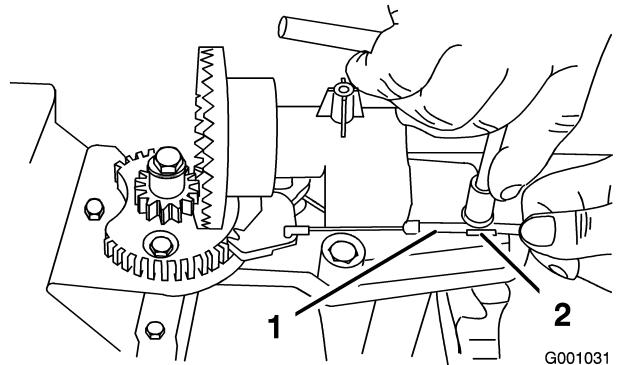
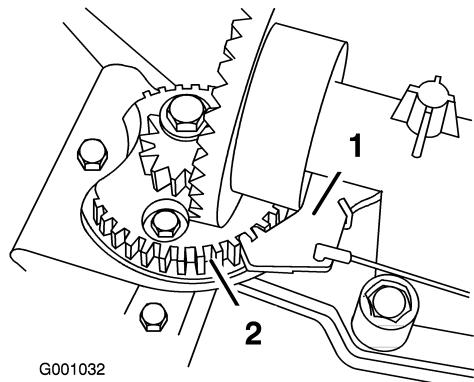

Figure 55
Figure 56
- Desserrez le boulon du serre-câble (Figure 55).
- Saisissez la gaine du câble et déplacez-la vers l'avant de la machine jusqu'à ce que le cliquet de verrouillage de l'éjecteur s'engage complètement dans les dents du secteur (Figure 55 et Figure 56).
Remarque: Le cliquet est rappelé par ressort et s'engage naturellement dans les dents du secteur (Figure 56).